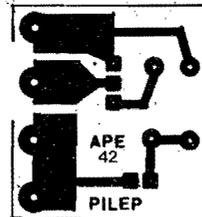

Fig.2
- FIG. 2 - LAY OUT DO CIRCUITO IMPRESSO ESPECÍFICO - É óbvio que um circuito tão simples quanto o do PILEP pode - ser implementado sobre mera "ponte" de terminais (afinal, são só 4 componentes no núcleo da montagem - não se contando os 30 LEDs comandados...) e nada impede que o Leitor/Hobbysta assim o decida e faça... Entretanto, para que possamos nos beneficiar mesmo da já natural compactação do circuito, nada como uma plaquinha específica de Circuito Impresso! Com tal substrato, o PILEP ficará super-compacto, elegante, profissional mesmo... O lay out (desenho do padrão cobreado de ilhas e pistas), em tamanho natural, está na fig. 2... Poucas coisas pode-